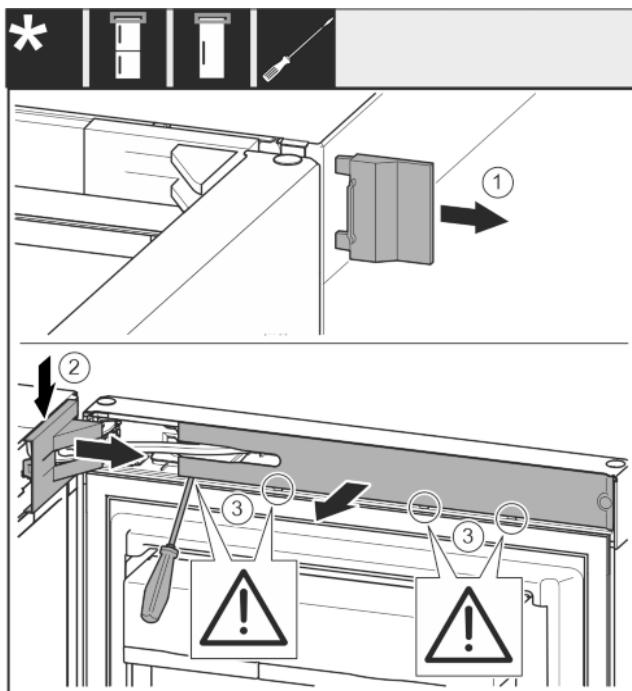

Fig. 6
- Odoberte vonkajší kryt. Fig. 6 (1)
► Odistite a uvoľnite kryt ložiskovej konzoly. Odoberte kryt ložiskovej konzoly. Fig. 6 (2)
- Kryt odistite plochým skrutkovačom a vyklopte nabok. Fig. 6 (3)